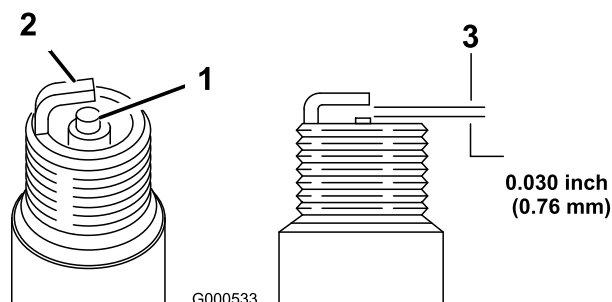

Bild 26
5. Stellen Sie den Elektrodenabstand auf 0,76 mm ein, siehe **Bild 26**.